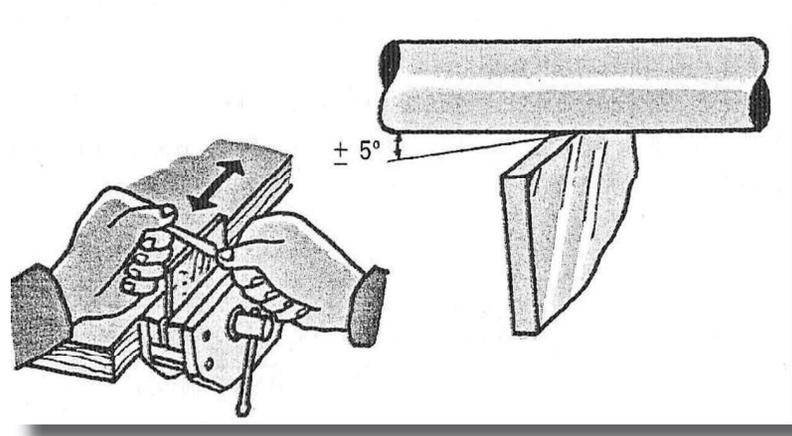

Fig. 130
2. Enquanto que na plaina não é necessário virar o fio, no raspador e em ferros para a realização de molduras na tupia (máquina), é necessário. Consiste em colocar o raspador no torno e segurando o virador com as mãos, passa-se duas vezes ao longo do cutelo carregando para baixo, mantendo o virador com um ângulo de aproximadamente 5° (fig. 130).